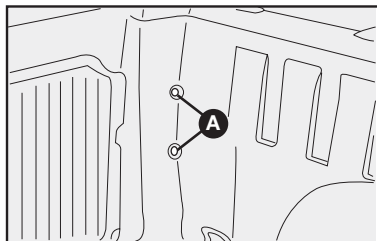

fig. 54
2) Utilizando un destornillador, saque los tornillos de fijación del portalámparas **A-fig. 54**, en el compartimiento de carga.